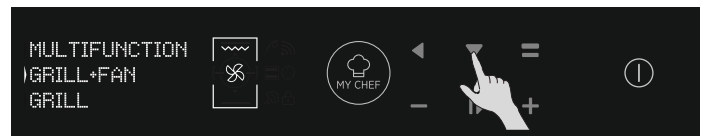

Abbildung 8
- Wählen Sie den gewünschten Garmodus, indem Sie auf OK drücken, während der Pfeil auf dem Display die gewünschte Funktion anzeigt. Drücken Sie die NACH UNTEN-Taste, um alle verfügbaren Funktionen anzuzeigen. (Abbildung 8)